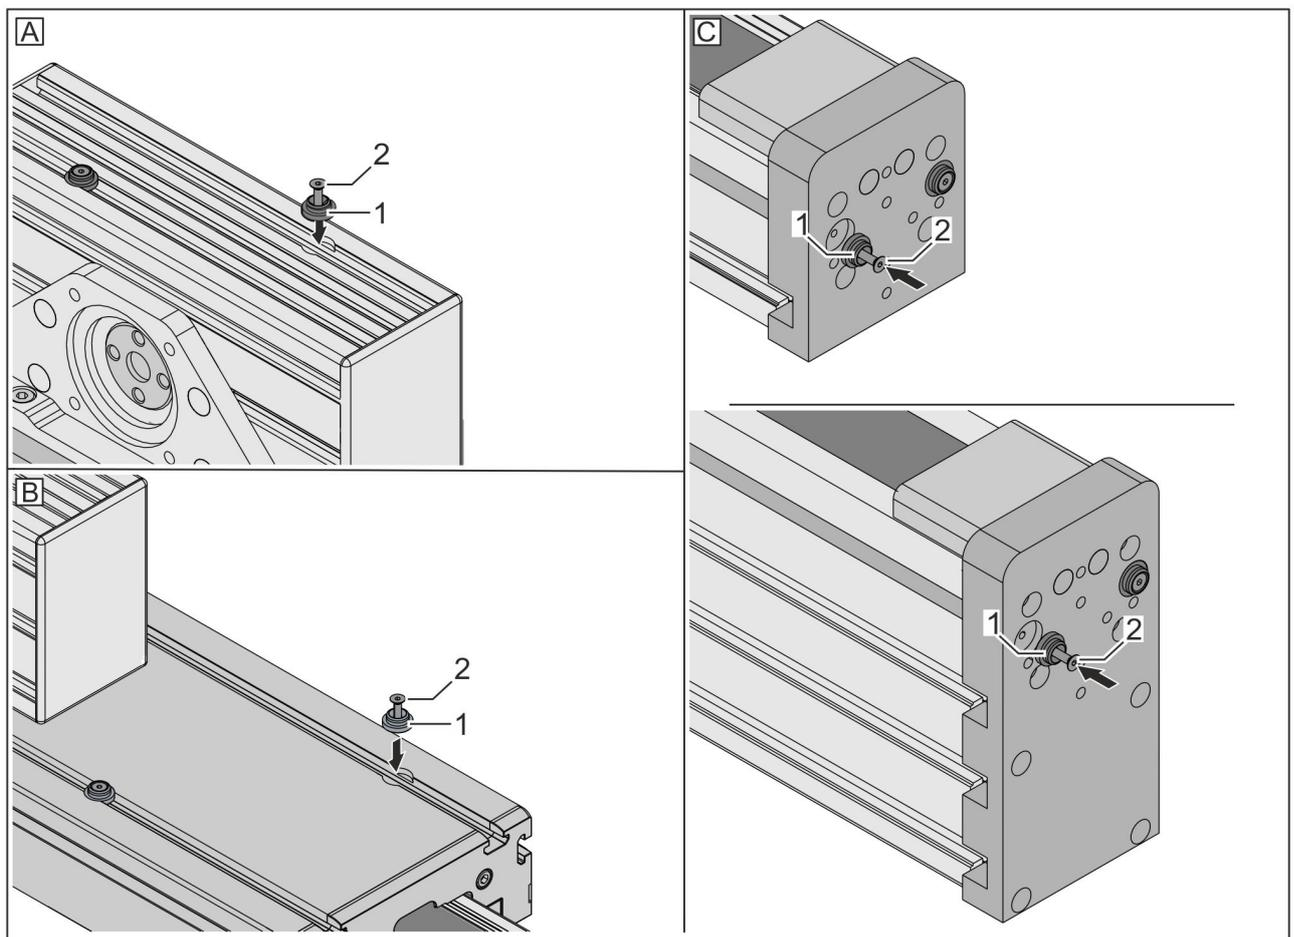

Abb. 41: Zentriersätze montieren
- auf das Umlenkgehäuse des Standard-Führungsschlittens (Abb. 41/A)
- auf den verlängerten Führungsschlitten (Abb. 41/B)
- an die Endplatten des Zahnriemenspannsatzes (Abb. 41/C)
Zentriersätze (Abb. 41/1) in die dafür vorgesehenen Bohrungen setzen.
**2.** ▶ Schraube (Abb. 41/2) festziehen: